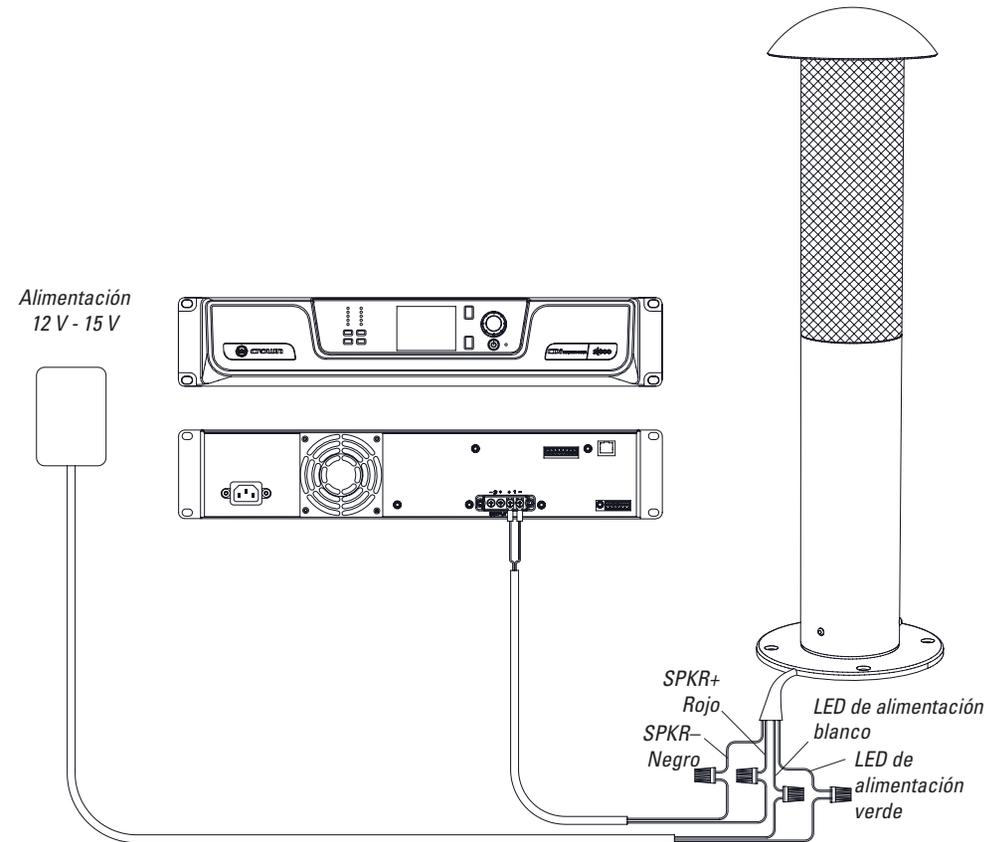

Figura 28
2. Conecta el cabo de entrada de altavoz rojo (+) con el cabo (+) de la salida del amplificador y el cabo de entrada de altavoz negro (-) con el cabo (-) procedente del amplificador (consulta la Figura 28). Utiliza conectores a presión o de torsión con el fin de obtener una conexión segura. Para disfrutar de mayor fiabilidad, realiza la conexión dentro de una caja de empalmes eléctricos impermeable IP65 subterránea.